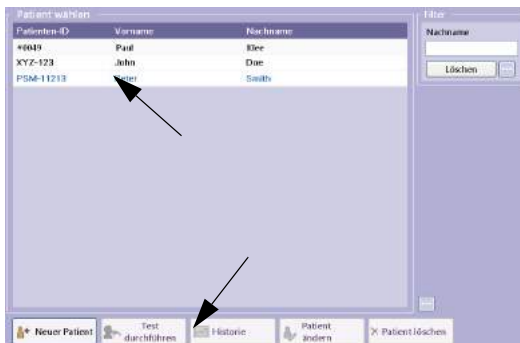

Abb. 3-31: Tests aufrufen/ausdrucken
- Klicken Sie auf **Historie** (Abb. 3-31:).